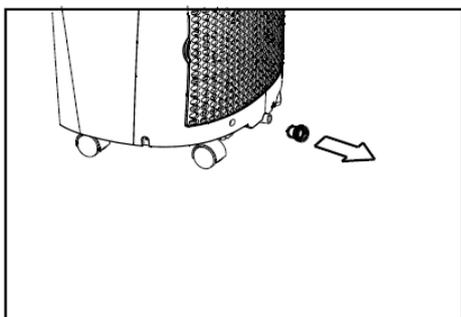

Fig. 23*
- Quando il livello dell'acqua nel vassoio di raccolta raggiunge un determinato livello, l'apparecchio emette 8 segnali acustici (beep) e sul display appare il messaggio "P1". Il processo di climatizzazione / deumidificazione si arresta immediatamente. Il motore della ventola continua tuttavia a girare (è normale). Trasportare con attenzione il climatizzatore in un luogo dove sia possibile rimuovere il tappo di drenaggio e far defluire l'acqua (fig. 23*). Riaccendere l'apparecchio e il messaggio P1 scompare. Se l'errore dovesse ripresentarsi si prega di contattare il servizio di assistenza.
- Rimuovere il tappo in gomma sul lato posteriore dell'apparecchio e collegare il tubo flessibile di drenaggio. Posizionare l'altra parte finale del tubo flessibile direttamente su uno scarico del pavimento (vedi fig. 23*/24*).
- Rimuovere il tappo del vassoio di raccolta per lo scarico della condensa per far defluire l'acqua (vedi fig. 23*)